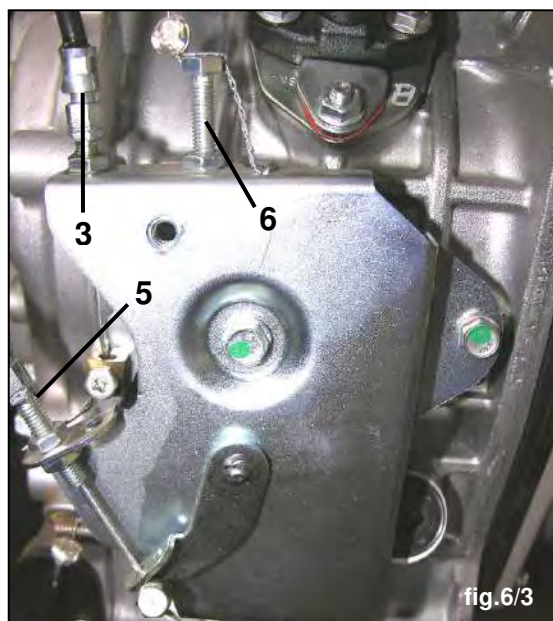

fig.6/3
- 3 - Regulación cable mando gas (fig.6/3)
- 4 - Regulación cable mando adelante - atrás (fig.6/4)
- 5 - Regulación del cable parada motor (fig.6/3)
- 6 - Regulación revoluciones motor (fig.6/3) (véase manual específico del motor)